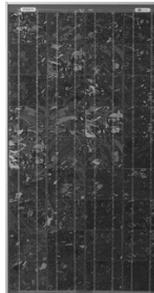

Figura 1.3. Panel solar de silicio policristalino
- **Policristalino:** presenta una estructura ordenada por regiones separadas. Las zonas irregulares se traducen en una disminución del rendimiento. Se obtiene de la misma forma que el monocristalino, pero con menos fases de cristalización (combinación de átomos). Se reconoce porque en su superficie se distinguen distintos tonos de azules y grises metálicos (figura 1.3).